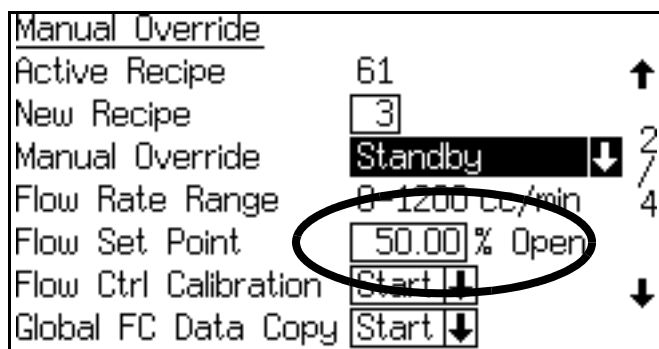

図 100. エンジンを 50 パーセントに設定します。
3. % オープン値を 50 に設定して下さい。図 100 を参照してください。